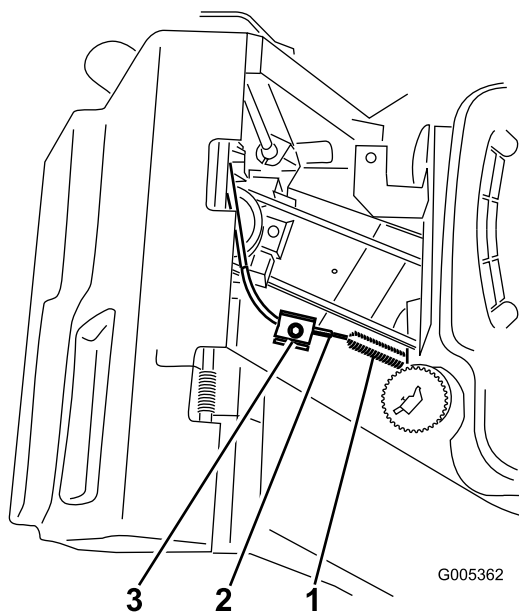

Figura 27
4. Afloje el tornillo de la abrazadera hasta que se deslice el conducto del cable del freno (Figura 27).